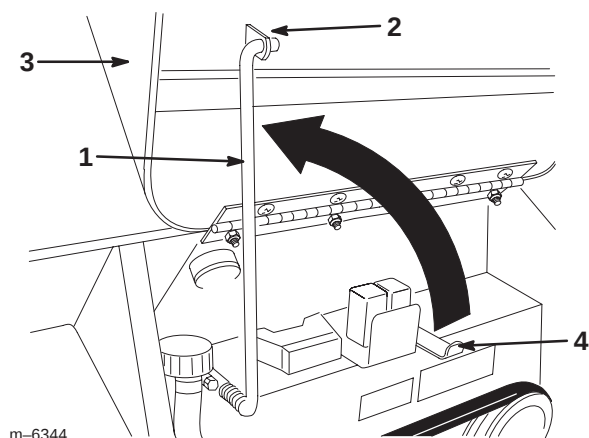

Figure 19
3. Si le capot est auto-verrouillant, il se bloquera en position ouverte. Sinon, relevez la béquille et engagez-la dans la patte sur le capot (Fig. 19).
1. Sortez la béquille de la patte du capot et abaissez-la dans son support (Fig. 19).